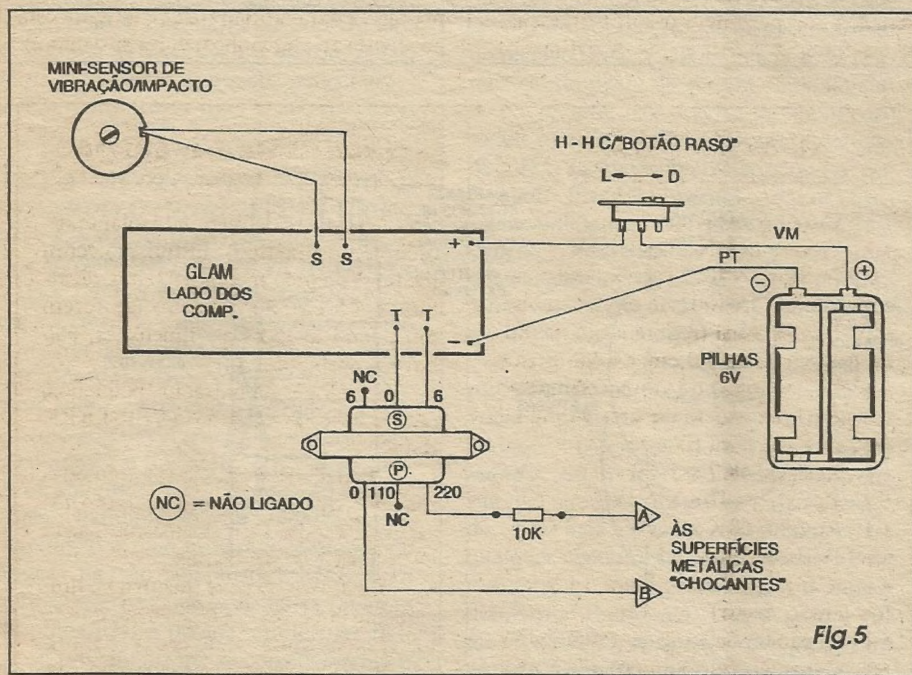

Fig. 5
- **FIG. 5 - CONEXÕES EXTERNAS À PLACA** - A placa, ainda vista pela sua face